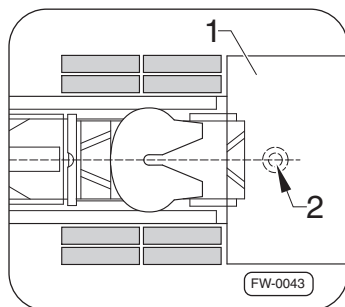

Рис. 10 · Выравнивание седельного тягача и седельного прицепа
4. Расположите седельный тягач перед седельным прицепом ⇒ рис. 10, –поз. 1–.